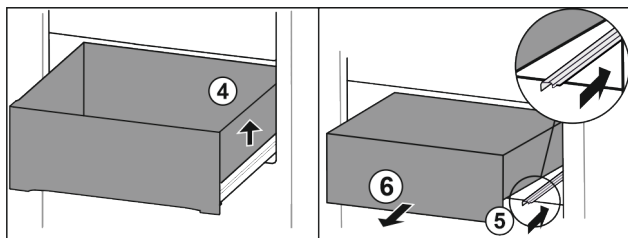

Fig. 78
- ▶ Dvignite predal desno. Fig. 78 (4)
- ▶ Vstavite desno vodilo. Fig. 78 (5)
- ▶ Predal vzemite ven v smeri naprej. Fig. 78 (6)